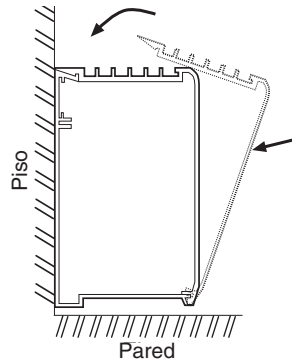

Fig. 4
10. Vuelva a colocar las cubiertas frontales según el Paso 10 de la Instalación de una sola unidad (vea la Fig. 4).